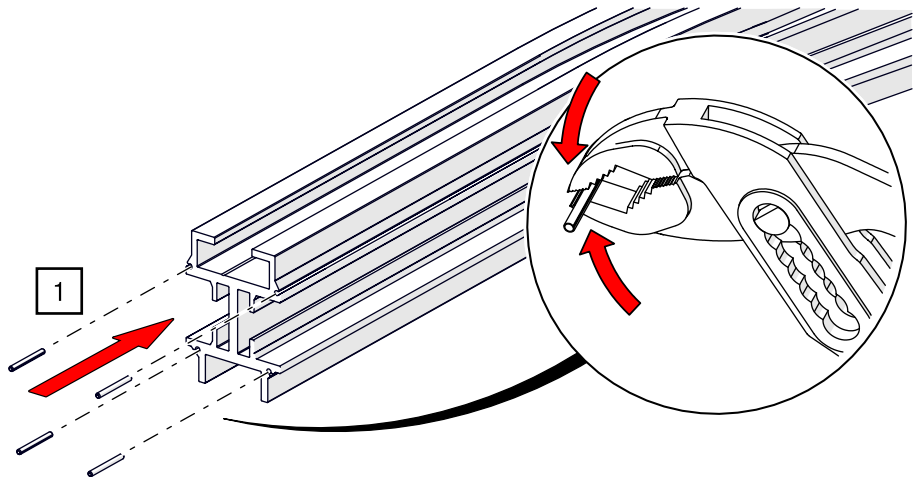

Abb. 43: Schienenverbinder – Verbindungsstift in das Schienenteil einfügen
1. Drücken Sie die Verbindungsstifte leicht konisch mit einer Rohrzange zusammen und stecken Sie diese in die vorgesehenen Zentrierlöcher (siehe Abb. 43).